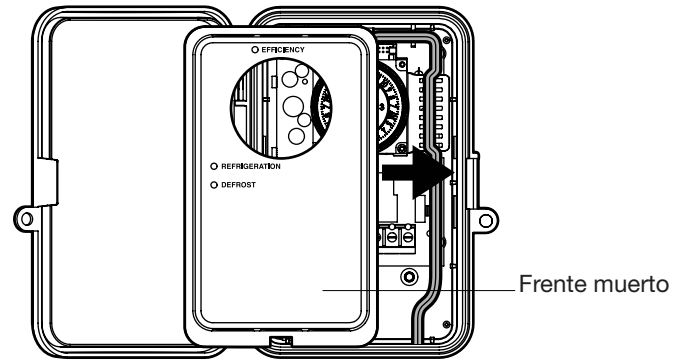

FIG. 11 Colocar el frente muerto
1. Vuelva a colocar la cubierta del frente muerto en su lugar, si corresponde. Consulte FIG. 11.